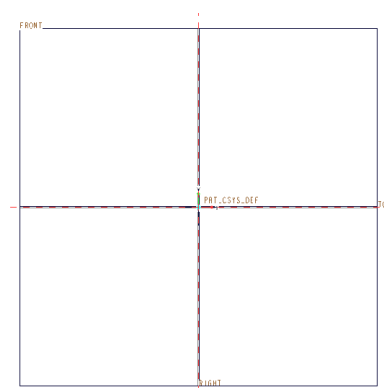

図 3-3 フロント平面
- 「スケッチ」をクリックして、図 3-3 の「FRONT」平面を表示する。